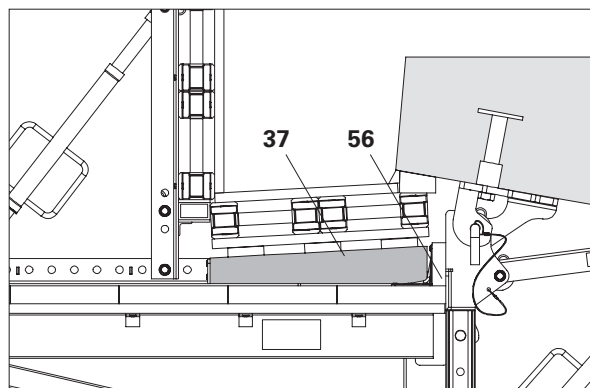

Fig. A4.01a
- Contornare il tirante DW15 (**56**) con travetti squadrati (**37**). (Fig. A4.01a)